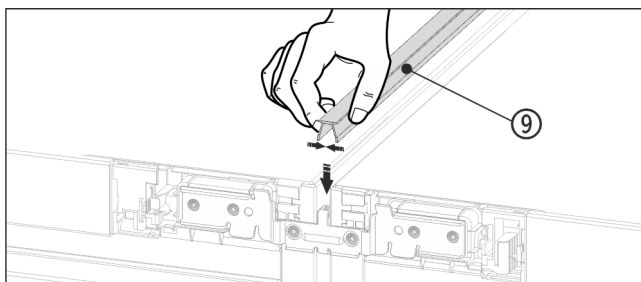

Fig. 17
- Sul lato superiore premere il listello superiore Fig. 17 (9) corto nella fessura orizzontale.